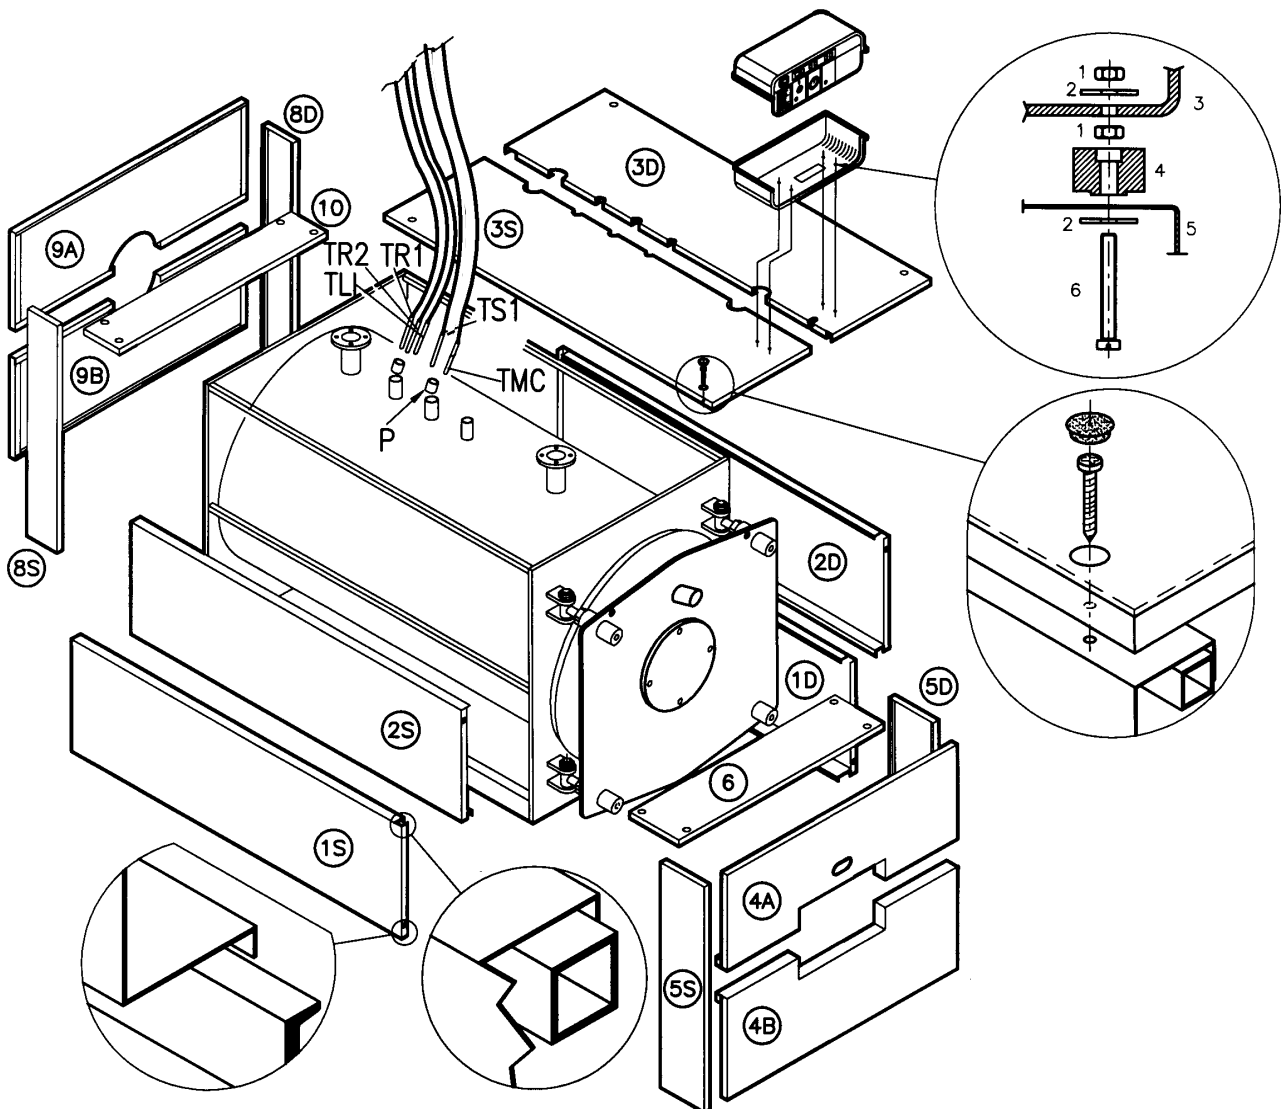

Fig. 9
4.2. DRN 465 - 1163 BOILER CASINGS (Fig. 9)